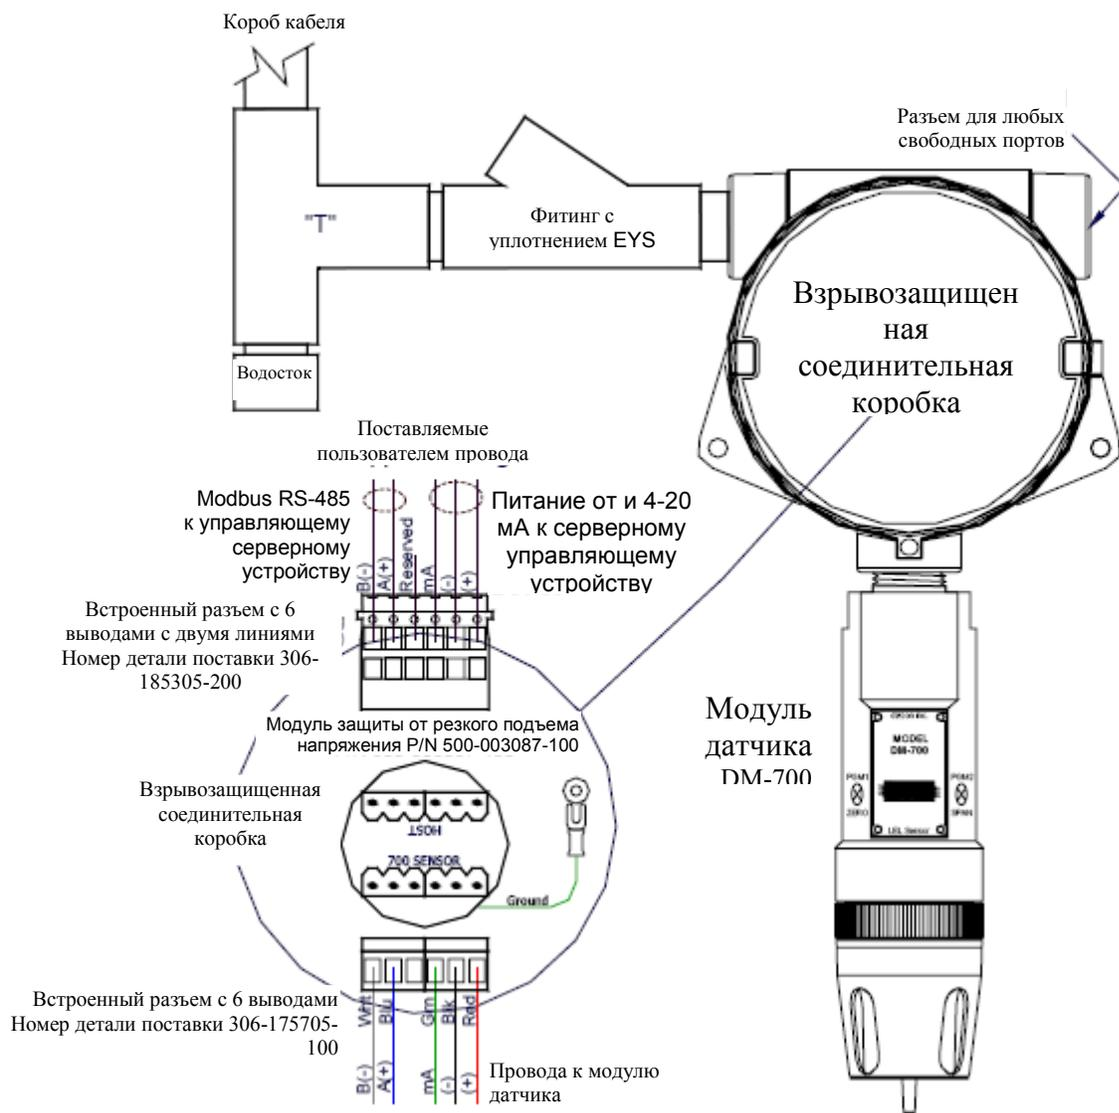

Рисунок 9 Стандартная установка
**ПРИМЕЧАНИЕ:** Во всех случаях газовый датчик должен быть направлен точно вниз (смотрите рисунок 9). Неправильное направление датчика может привести к неправильным показаниям и необратимым повреждениям датчика.
Правильное выполнение электрических соединений является критичным для соответствия Электрическим правилам и нормам и для предотвращения повреждений в результате утечки воды. Чтобы правильно выполнить электрические соединения, смотрите рисунок 9 и рисунок 10.